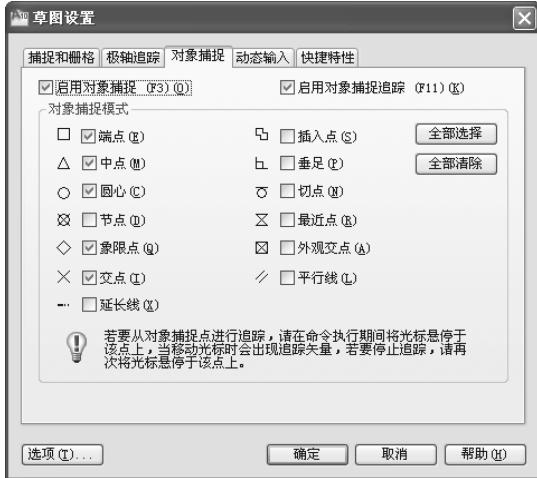

图 1-49 设置“对象捕捉”选项
- (1) 打开“工具”菜单→单击“草图设置(F)…”→在“草图设置”对话框中选择“对象捕捉”选项卡→勾选“启用对象捕捉”,选中需要的捕捉模式→单击“确定”,如图 1-49 所示。
- (2) 右键单击状态行的“对象捕捉”按钮→选择“设置”→打开“草图设置”对话框,步骤与第一种方法相同。
执行上述命令后，系统打开如图 1-49 所示“草图设置”对话框的“捕捉和栅格”选项卡。该选项卡包括“捕捉间距”、“栅格间距”、“捕捉类型”、“极轴间距”和“栅格行为”5 个选项卡。